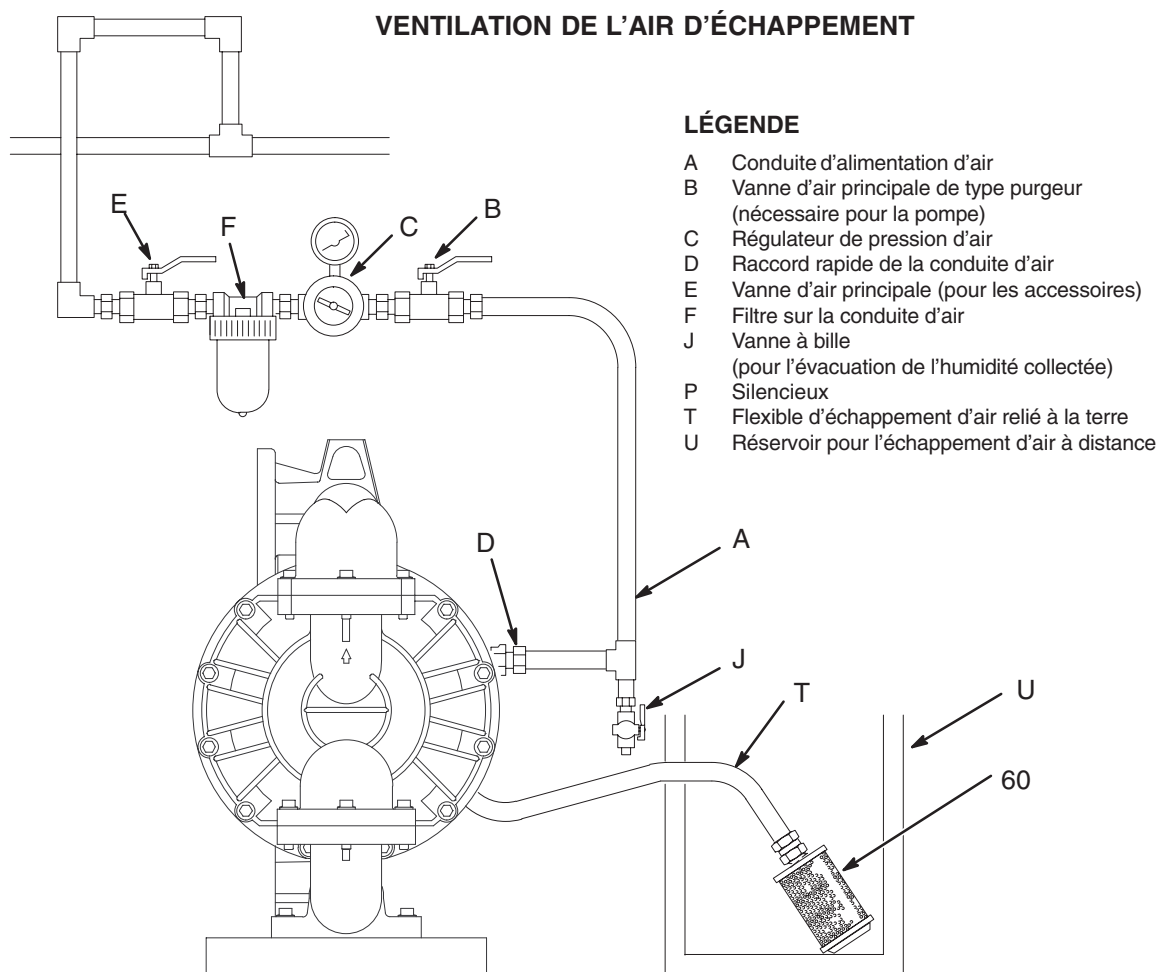

Fig. 3
1. Retirer le silencieux (60) de l'orifice d'échappement d'air de la pompe.
2. Installer un flexible d'échappement d'air relié à la terre (T) et raccorder le silencieux (60) à l'autre extrémité du flexible. La taille minimale du flexible d'échappement d'air est de 1 in. (25,4 mm) DI x 1,5 m. Si l'on a besoin d'un flexible plus long, choisir un flexible de diamètre supérieur. Éviter les angles aigus et les noeuds dans le flexible. Voir Fig. 3.
3. Placer un réservoir (U) à l'extrémité de la conduite d'échappement d'air pour récupérer le fluide en cas de rupture d'une membrane.